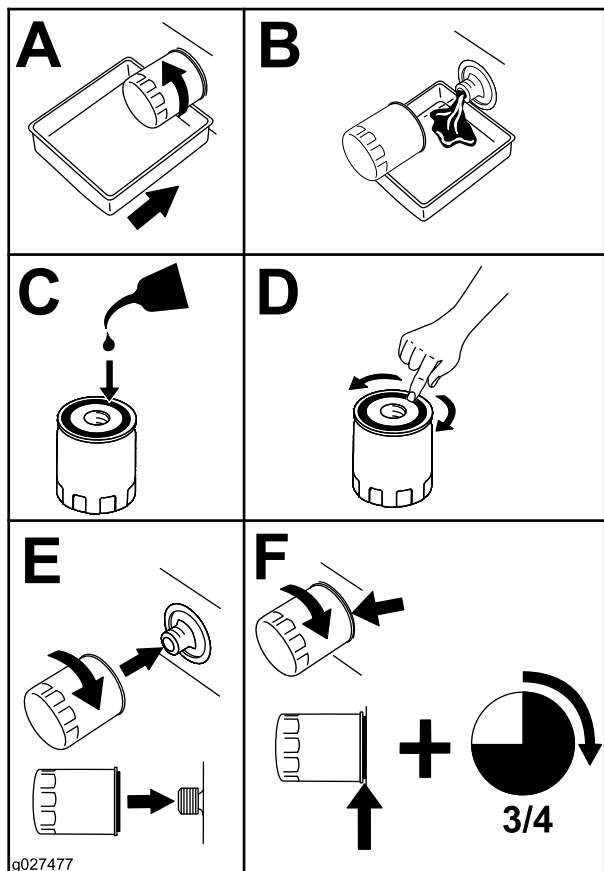

Figura 58
- Sustituya el filtro de aceite del motor (Figura 58).